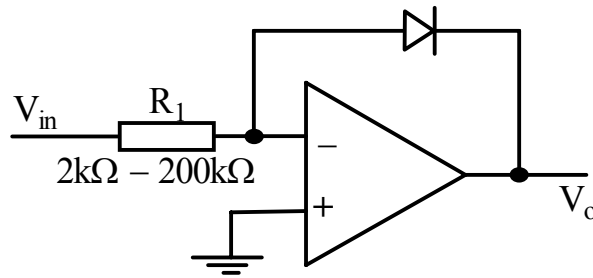

Рис. 25. Логарифмический усилитель
1. Реализуйте схему, показанную на рис. 25. Не забудьте подключить питание к ОУ.